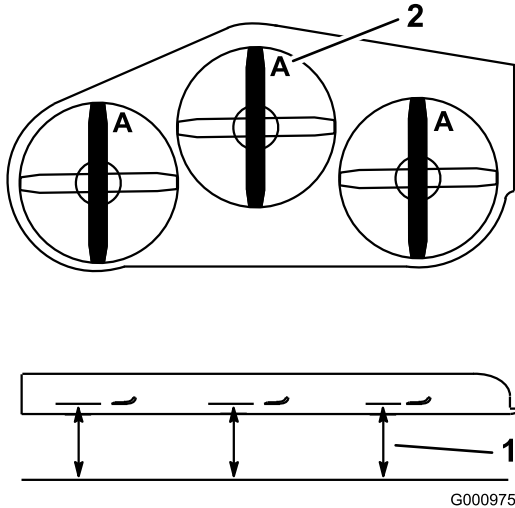
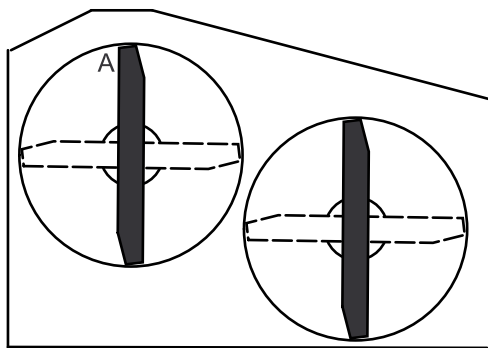

Figura 75
Figura 76
3. Con la máquina ubicada en una superficie nivelada, coloque una cuchilla en posición longitudinal. Mida en la posición **A** desde una superficie nivelada hasta el filo de corte de los extremos de la cuchilla (Figura 75). Para las plataformas de cortacésped de 36 pulgadas, consulte la Figura 76.